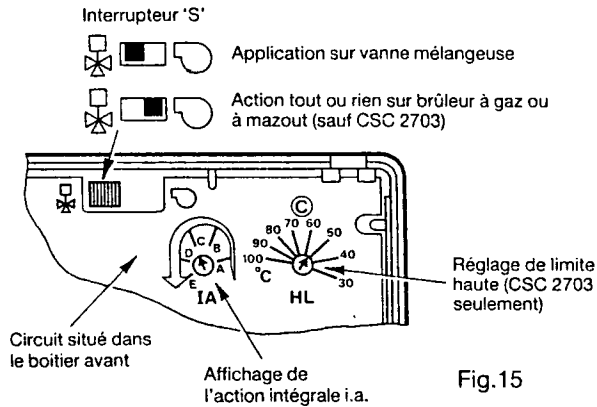

Fig. 15
7. Positionner l'interrupteur 'S' correctement suivant l'application choisie (fig. 15, voir le paragraphe 'Mise en service').
9. Positionner l'interrupteur 'S' correctement suivant l'application (voir fig. 15).
- Vérifier que l'interrupteur 'S' (fig.15) est dans la bonne position suivant l'application.
- Vérifier que l'affichage de l'action intégrale i.a. fig.15 est sur
Afficher ici le maximum de la température d'eau autorisée. A ce point de la courbe de chauffage la température maximum ne peut pas excéder la constante de la droite horizontale (voir graphique). Cet affichage est à réaliser sur le circuit l'intérieur du boîtier (voir fig.15).